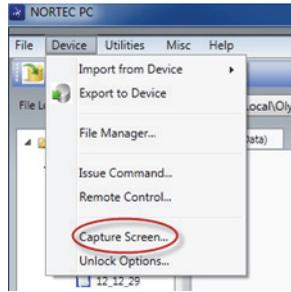

图 6-6 NORTEC PC 设备菜单
- 在 **Device** (设备) 菜单中, 选择 **Capture Screen** (截取屏幕) (参见第 289 页的图 6-6)。